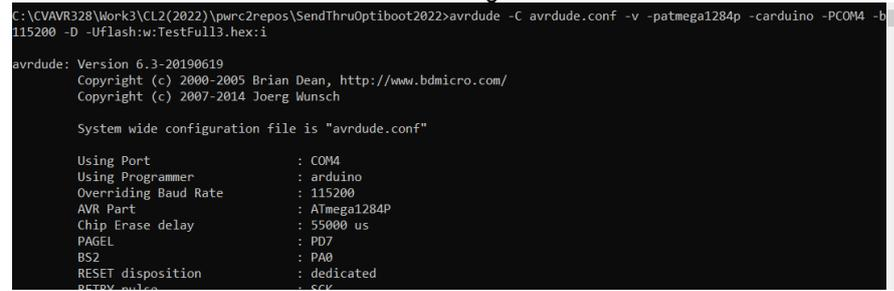

Figura A.5-1
8. Recién en ese momento presionar ENTER, y casi enseguida encender el PWRC2, con lo cual queda el avrdude esperando establecer comunicación con la placa CL2. Una vez establecida (puede requerir algún reintento) se actualiza el Firmware. Esto no altera la EEPROM ni los seteos previos. El proceso se muestra en la Figura A.5-1,2,3, y puede demorar como se muestra alrededor de 30 segundos. Primero establece la comunicación: